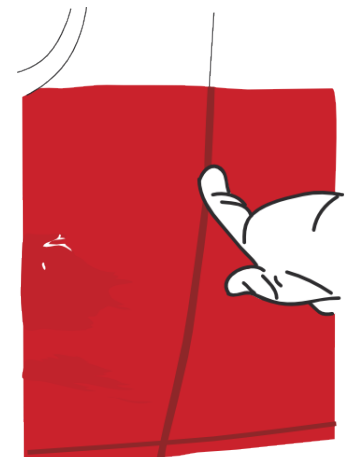

Figure 32
- › Marquer les contours de la pièce à l'aide de la main (gantée). (FIG. 32)